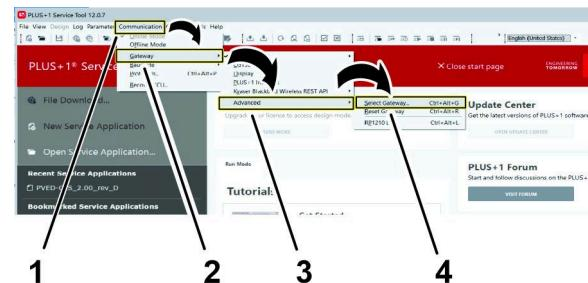

図 39
6. リボンバーで、コミュニケーションボタン(図 39)をクリックする。
7. コミュニケーションドロップダウンメニューで、ゲートウェイボタン(図 39)をクリックする。
8. ゲートウェイドロップダウンメニューで、高度なボタン(図 39)をクリックする。
9. 高度なドロップダウンメニューで、ゲートウェイを選択...ボタン(図 39)をクリックする。